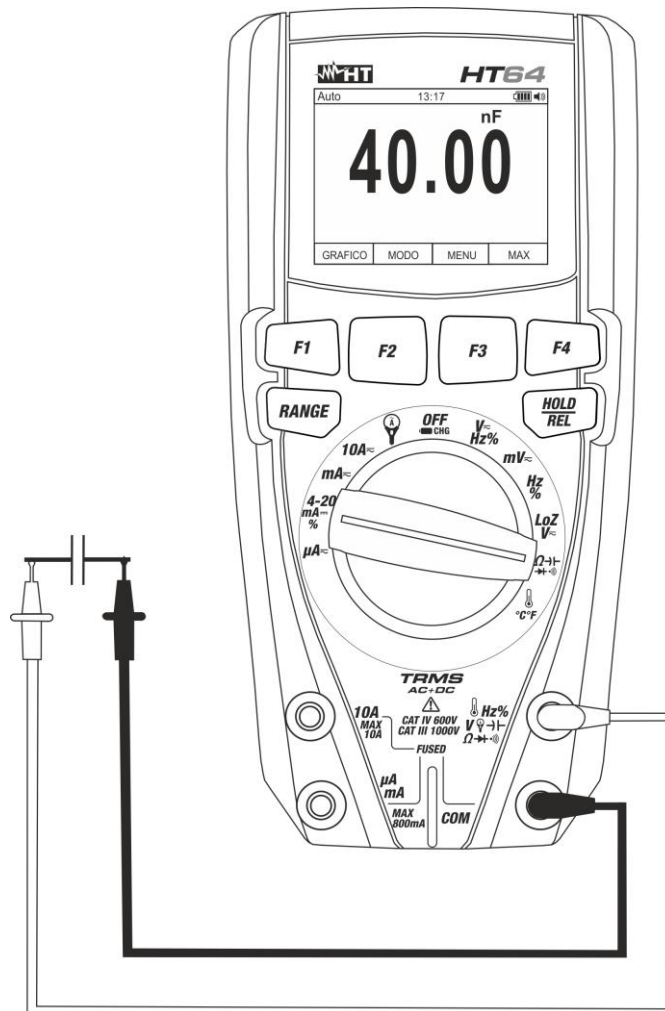

Fig. 28: Uso do instrumento para a Medição de Capacidades
5. Colocar as ponteiros nas extremidades do condensador em exame respeitando eventualmente as polaridades positivas (cabo vermelho) e negativas (cabo preto) (ver Fig. 28). O valor é apresentado no display. **Dependendo da capacidade, o instrumento pode levar cerca de 20s antes de exibir o valor final correto.** A barra gráfica não está ativa nesta função